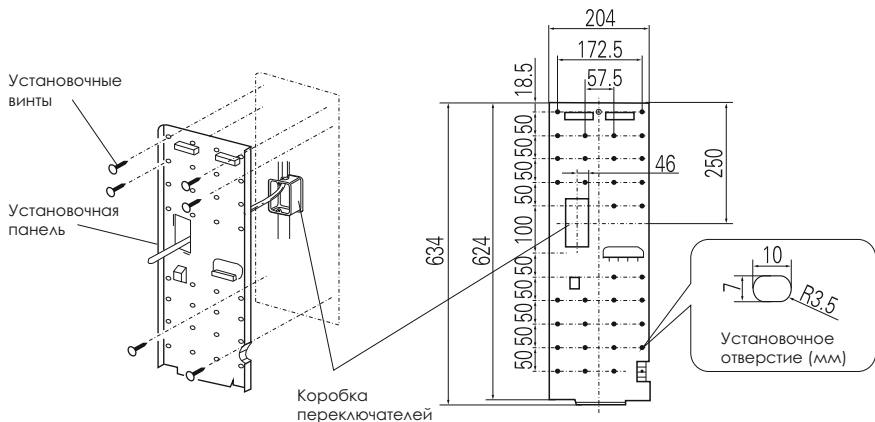

Рисунок 5
2. Вставить отдельный кабель питания в устройство и закрепить изнутри (Рисунок 5).